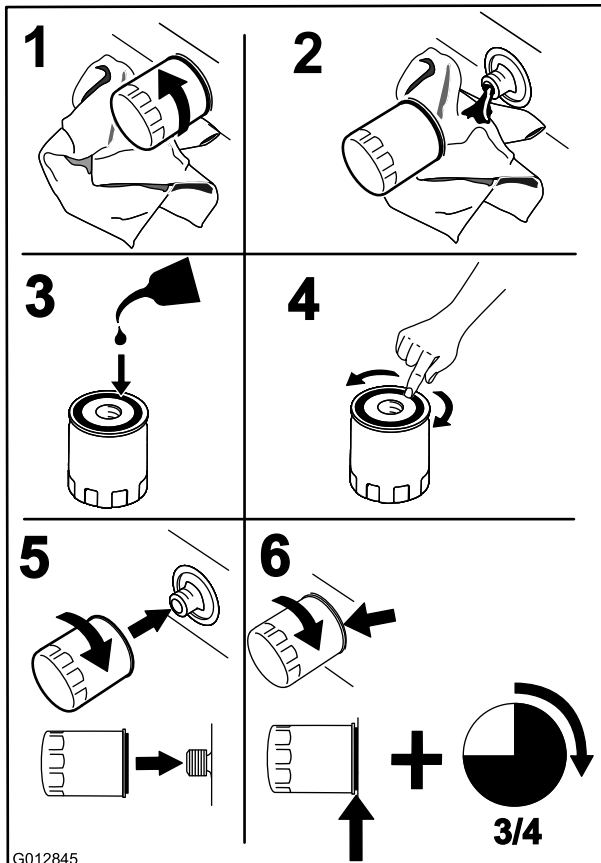

Figura 45
3. Cambiate il filtro dell'olio del motore (Figura 45).